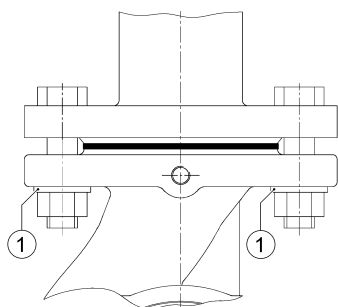

Fig. 12: Montagem com flange combinado
- Entre a cabeça do parafuso/porca e o flange combinado é necessário utilizar as anilhas incluídas (Fig. 12, Pos. 1).